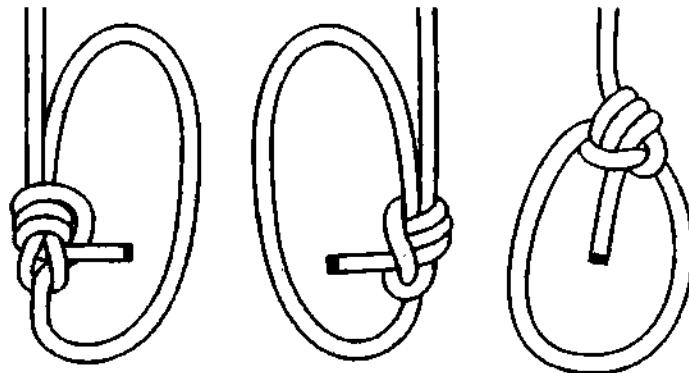

Рис. 340. Брам-шкотовая петля.
**Брам-шкотовая петля** – ещё один родственник **беседочному, казачьему и шкотовому узлам** (рис. 340). **Брам-шкотовая петля** легко запоминается и быстро вяжется (рис. 341). Петля очень надёжная и крепкая, особенно на мягких верёвках. Узел не ослабляет верёвку и после любой нагрузки без труда развязывается, так как плечо петли, выходящее из верха узла, старается, как бы вывернуть узел и тем самым не позволяет ему тую затянуться. Плечи великолепно выдерживают нагрузку, даже если она направлена в разные стороны под углом в 180°.